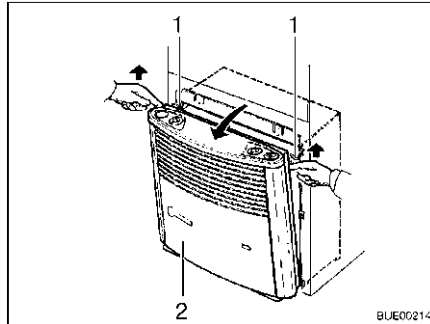

Fig. 136 Rimozione della copertura del riscaldamento
- Rimuovere la copertura del riscaldamento (Fig. 136,2). Tirare verso l'alto, in avanti la copertura, spingere verso l'alto le molle di sostegno (Fig. 136,1) e ribaltare la copertura in avanti.